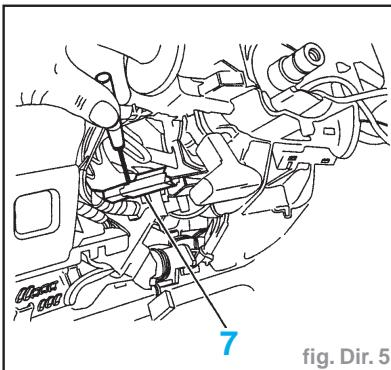

fig. Dir. 5
- A l'aide d'une lame de tournevis, dégager l'ensemble du connecteur orange (7) de son support en poussant dessus (fig. Dir. 5).